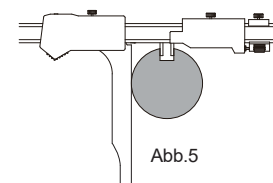

Abb. 5
---Drehen Sie den Messschieber um 180°, schieben Sie die Keilnut-Messbacke in den zu messenden Schlitz, stellen Sie die Feineinstellung so ein, dass die Keilnut-Messbacke den Schlitz berührt, ziehen Sie die Keilnut-Feststellschraube fest, bewegen Sie die Messschieberbacke, bis sie das zu messende Werkstück berührt (Abb. 5), und notieren Sie den zu diesem Zeitpunkt angezeigten Symmetriewert "b". Berechnen Sie die Differenz zwischen den beiden Messwerten "a".